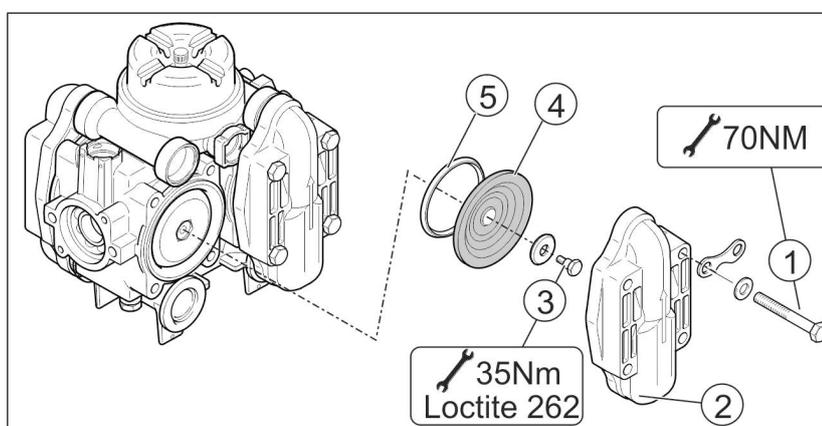

Fig. 202
Kontrollieren Sie von Zeit zu Zeit den Sitz des Schiebers (Fig. 202/7).
- Hierzu den Schieber so weit in den Düsenkörper (Fig. 202/2) einschieben, wie dies mit mäßiger Daumenkraft möglich ist.
1. Den Düsenfilter (Fig. 202/1) von unten in den Düsenkörper (Fig. 202/2) einsetzen.
2. Die Düse (Fig. 202/3) in die Bajonettmutter (Fig. 202/4) einlegen
3. Gummidichtung (Fig. 202/5) oberhalb der Düse einlegen.
Ablagerungen am Membransitz (Fig. 202/6) sind die Ursache für ein **nicht** nachtropffreies Abschalten der Düsen bei abgeschaltetem Gestänge. Dann die entsprechenden Membrane wie folgt reinigen:
1. Den Schieber (Fig. 202/7) aus dem Düsenkörper (Fig. 202/2) in Richtung Bajonettmutter herausziehen.
2. Das Federelement (Fig. 202/8) und die Membrane (Fig. 202/9) herausnehmen.
3. Den Membransitz (Fig. 202/6) reinigen.
Auf die richtige Einbaurichtung des Federelementes achten. Die rechts und links abgesetzten, ansteigenden Kanten am Gehäuse des Federelementes (Fig. 202/10) müssen beim Einbau in Richtung Gestängeprofil ansteigen.